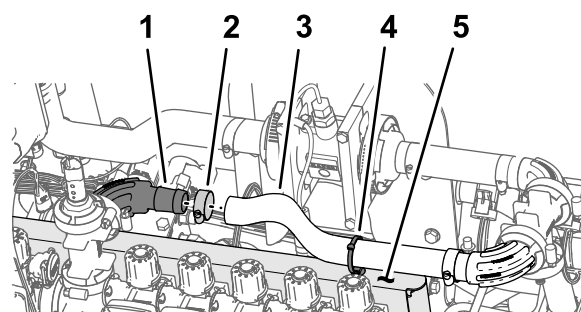

Figura 110
1. Monte o tubo (1 x 16 pol.) por cima da união flangeada de 90° (1 pol.), como se mostra na **Figura 110**.
2. Fixe o tubo à união flangeada com uma braçadeira de tubos (**Figura 110**).
3. Instale a nova braçadeira de cabos/fixador de pressão no furo na parte superior da montagem da válvula como se mostra na **Figura 110**.
4. Prenda a braçadeira de cabos/fixador de pressão (Figura 110) em redor do tubo (1 x 16 pol.).